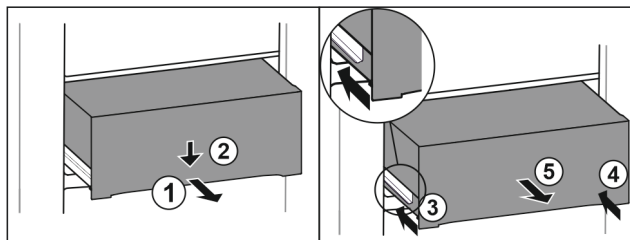

Fig. 88
- Predal izvlecite do polovice. Fig. 88 (1)
- Predal na sprednji strani potisnite navzdol. Fig. 88 (2)
- Levo vodilo potisnite približno 2 cm noter. Fig. 88 (3)
- Desno vodilo potisnite približno 2 cm noter. Fig. 88 (4)
- Predal vzemite ven v smeri naprej. Fig. 88 (5)